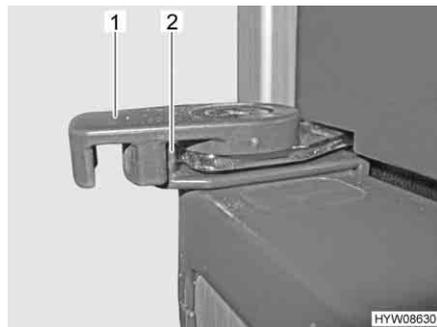

Fig. 65 Blocage de la porte du réfrigérateur en position de verrouillage
- Tourner le dispositif de verrouillage (Fig. 65,1) vers l'extérieur.
- Tourner le dispositif de verrouillage (Fig. 65,1) vers le milieu du réfrigérateur. Le logement interne du verrouillage doit alors être amené au-dessus du tenon de verrouillage (Fig. 65,2).